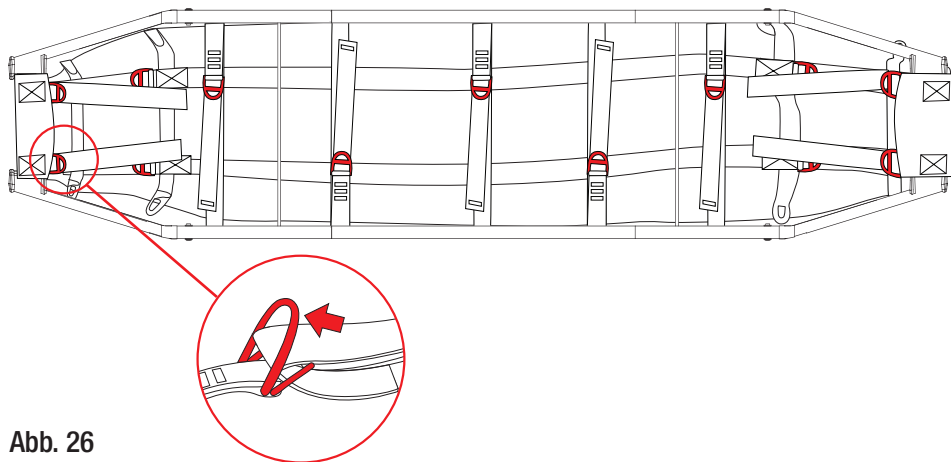

Abb. 26
- b) die Quer- und Längsurte (Abb. 26) lösen und aus den Durchführungen ziehen